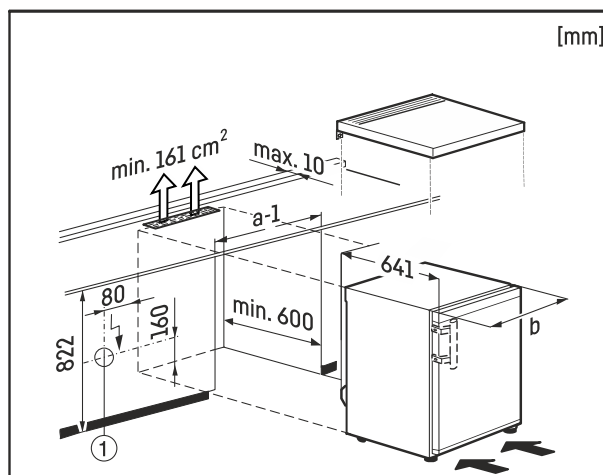

Fig. 9
Het stopcontact Fig. 9 (1) moet hierbij buiten de achterzijde van het apparaat liggen en goed toegankelijk zijn.